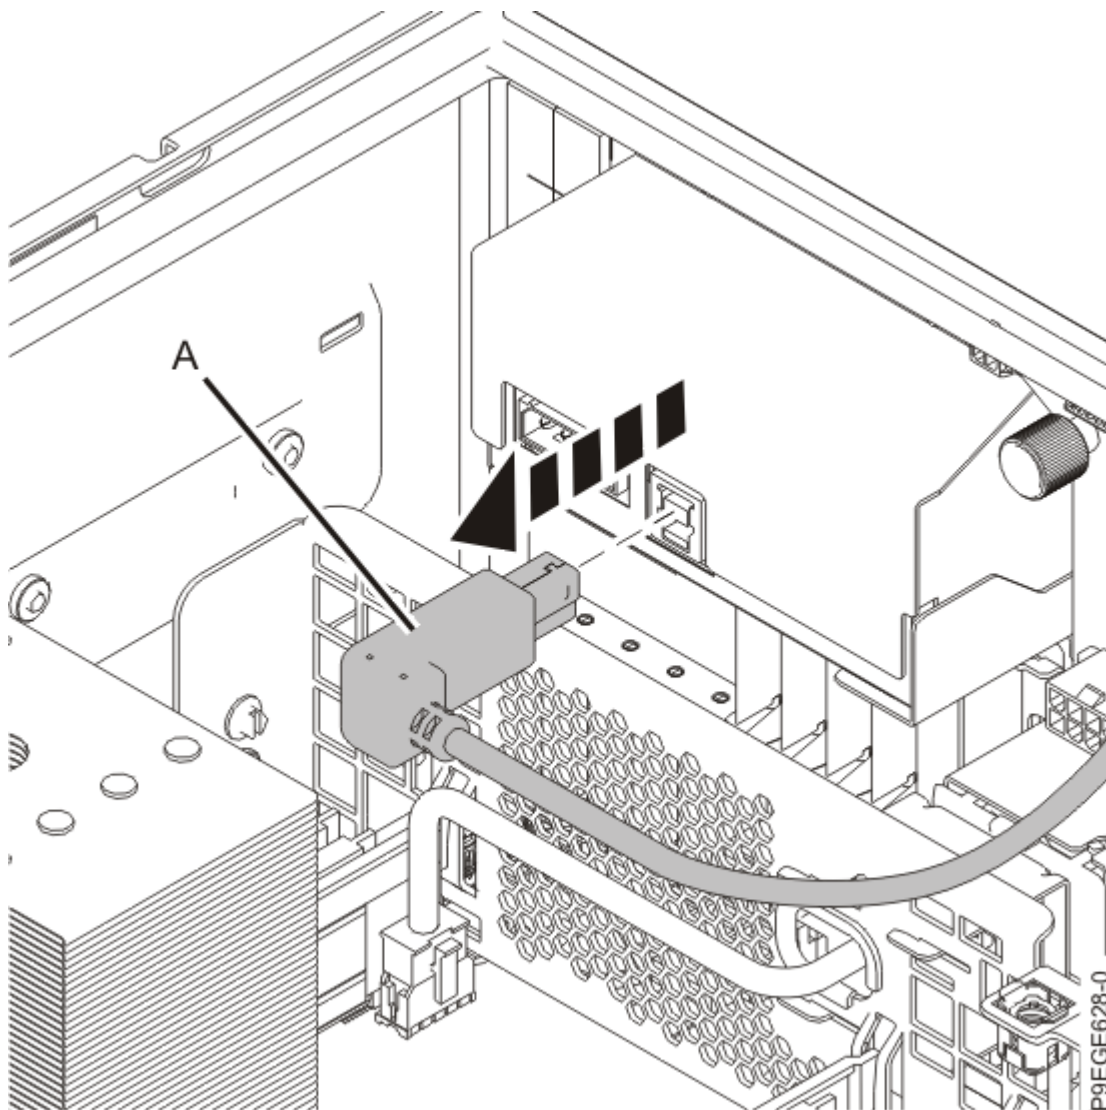

Abbildung 14. USB-Kabel an der Vorderseite am RDX-Laufwerk ausbauen
4. Wenn das System ein RDX-Laufwerk enthält, dann ziehen Sie das USB-Kabel an der Vorderseite **(A)** an der Rückseite des RDX-Laufwerks ab (siehe Abbildung 14 auf Seite 16).